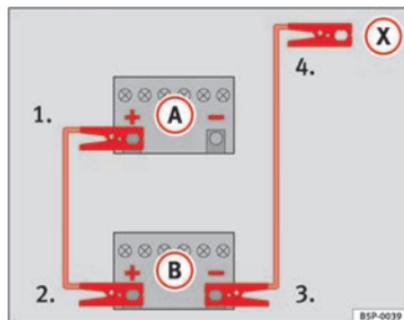

Fig. 188 Esquema de ligação para veículos sem sistema Start-Stop.
2. Ligue uma extremidade do cabo auxiliar de arranque *vermelho* ao pólo positivo (+) do veículo com a bateria descarregada (A) ⇒ Fig. 188.
3. Ligue a outra extremidade do cabo *vermelho* de emergência ao pólo positivo (+) do veículo que fornece a corrente (B).
4. **Em veículos sem sistema Start-Stop:** Ligue uma extremidade do cabo *preto* de emergência ao pólo negativo (-) do veículo que fornece a corrente (B) ⇒ Fig. 188.